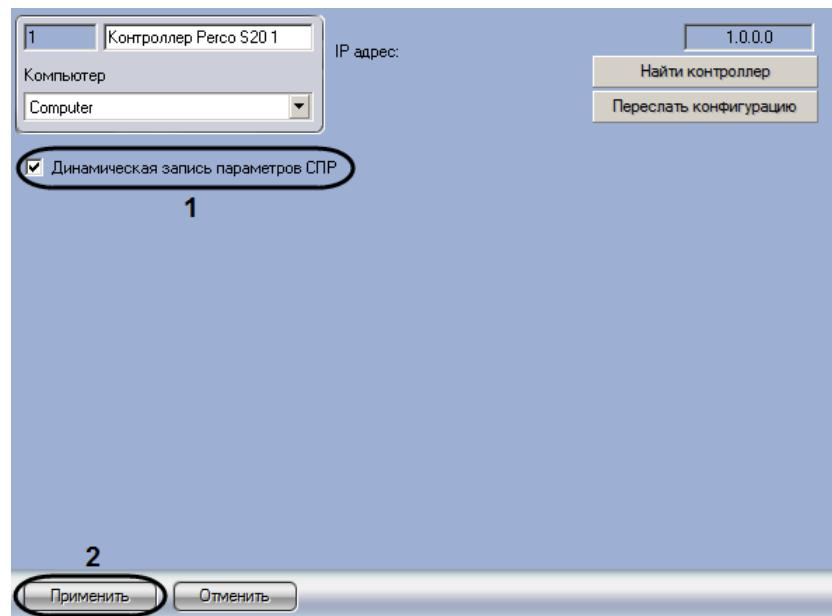

Рис. 3.5—1 Настройка динамической пересылки конфигурации СПР
1. Перейти на панель настроек объекта **Контроллер Perco S20** (Рис. 3.5—1).
2. Для включения динамической пересылки конфигурации в контроллер *Perco S20* установить флажок **Динамическая запись параметров СПР** (см. Рис. 3.5—1, 1). При изменении конфигурации ПК *Интеллект* посредством модуля *Служба пропускного режима* внесенные изменения будут автоматически пересылаться в контроллер. В случае, если автоматическая пересылка изменений не требуется, необходимо снять данный флажок.
3. Нажать на кнопку **Применить** (см. Рис. 3.5—1, 2).